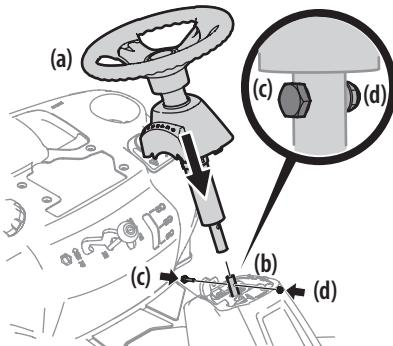

Figura 3
- Baje el conjunto del volante (a) sobre el eje inferior de la dirección (b) y sujetelo con el tornillo con reborde (c) y la tuerca de seguridad (d) que extrajo previamente. Consulte la Figura 3.